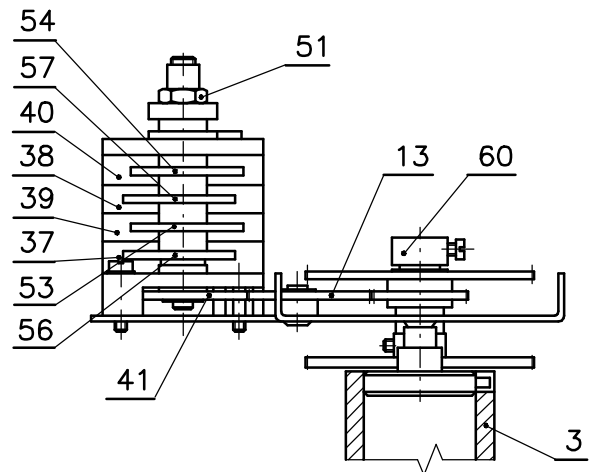

Рис. 4
- блок положения (Рис.4)
Блок положения (Рис.4)
Привод на блок датчика выведен из блока передачи. Зубчатое колесо (43а), (43b), (43c), (43d) с муфтой датчика (60), (Рис.4), образуют конструкторское целое. Обратное движение от редуктора к датчику переносится через муфту (60) после подвигания болта (50).